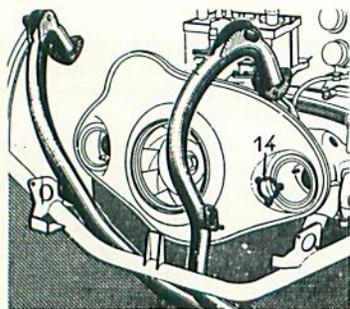

Figure 47.
levant (fig. 47). Retirer les ressorts d'appui (14).
Positionner les deux ressorts d'appui (14) sur les goujons des cylindres. Engager les tubulures d'échappement (fig. 47) dans le sens contraire de la dépose. Placer les brides sur les goujons, poser les écrous (7, fig. 44), sans les bloquer.